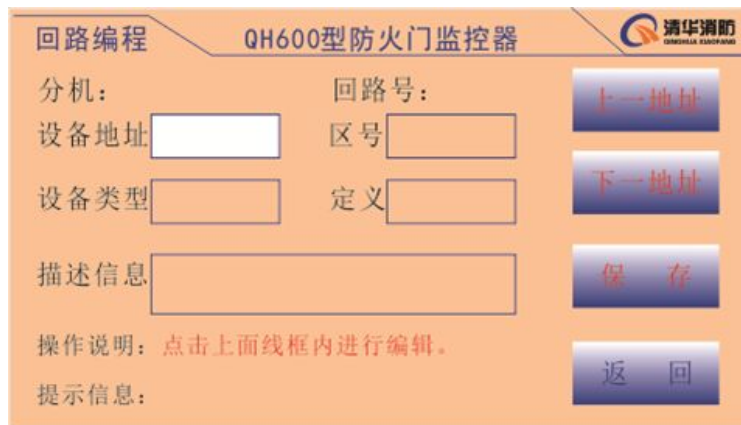

图 4.19 回路编程子界面
4.4.11. 4 **回路编程：**，如图 4.18 所示；根据所要定义的回路输入相应的数字进行选择；如图 4.19 所示进入一回路定义。